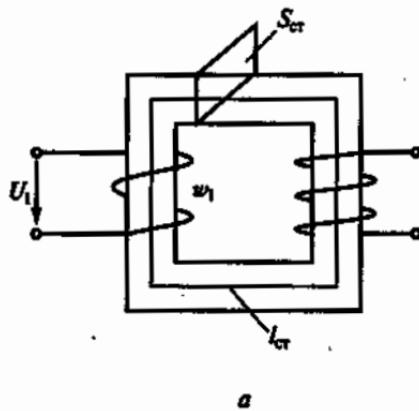

Рис. 174
6.34.Р. Каким будет намагничивающий ток трансформатора (рис. 174, а), если $w_1 = 250$ витков, $l_{\text{cr}} = 25$ см, $S_{\text{cr}} = 18 \text{ см}^2$, $U_1 = 120$ В, $f = 50$ Гц? Кривая намагничивания стали сердечника показана на рис. 174, б.